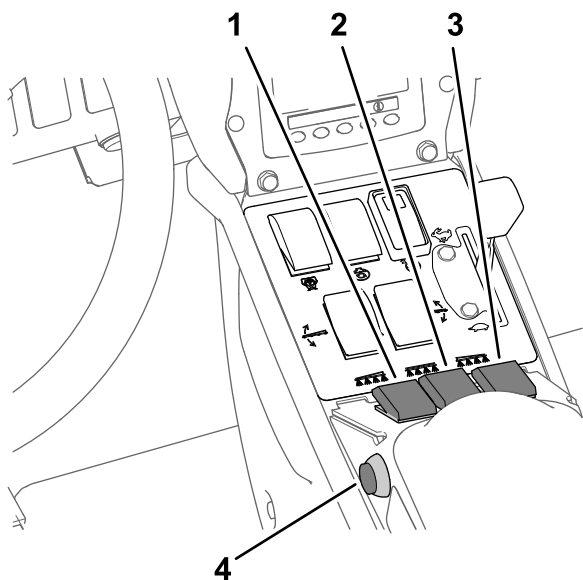

Bild 30
7. Stellen Sie die Sprühabschnittschalter in die EIN-Stellung (Bild 30).
10. Fahren Sie mit der gewünschten Geschwindigkeit und stellen Sie den Hauptabschnittschalter in die EIN-Stellung, um mit dem Sprühen zu beginnen (Bild 30).
3. Stellen Sie den Hauptabschnittschalter in die AUS-Stellung, siehe Bild 30 in Sprühen im Dosierungsmodus \(Seite 35\).
7. Stellen Sie die Schalter der einzelnen Abschnitte nach Wunsch in die EIN-Stellung, siehe Bild 30 in Sprühen im Dosierungsmodus \(Seite 35\).
9. Fahren Sie mit der gewünschten Geschwindigkeit und stellen Sie den Hauptabschnittsschalter in die EIN-Stellung, um mit dem Sprühen zu beginnen, siehe Bild 30 in Sprühen im Dosierungsmodus \(Seite 35\).